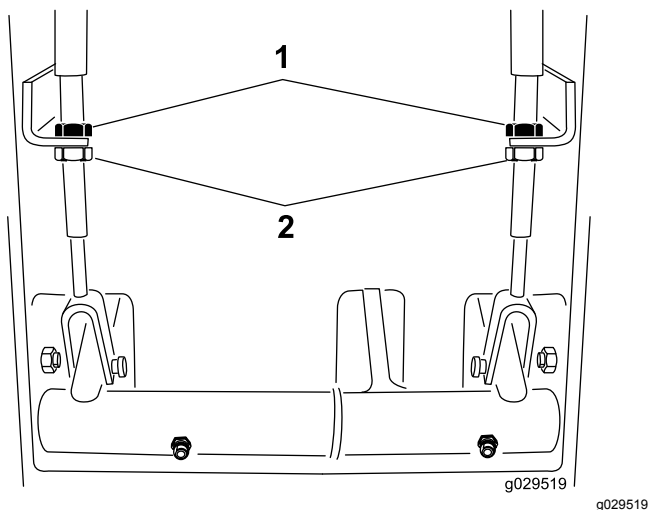

Figura 71
2. Para reduzir a folga dos pedais dos travões, desaperte as porcas de bloqueio frontal que se encontram na extremidade roscada do cabo dos travões (Figura 71).